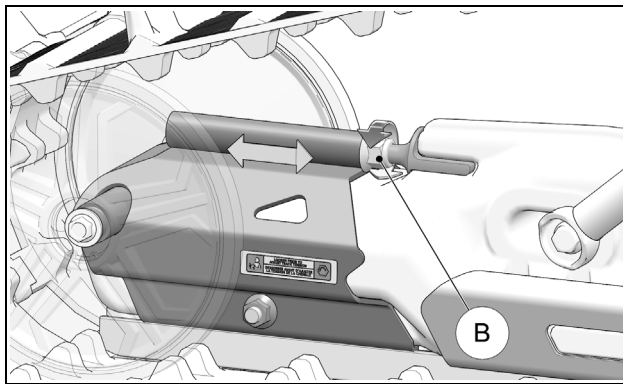

Figure 20
Tourner l'écrou d'ajustement de tension (B) dans le sens horaire ou anti-horaire pour régler la chenille à la tension recommandée. Figure 20.